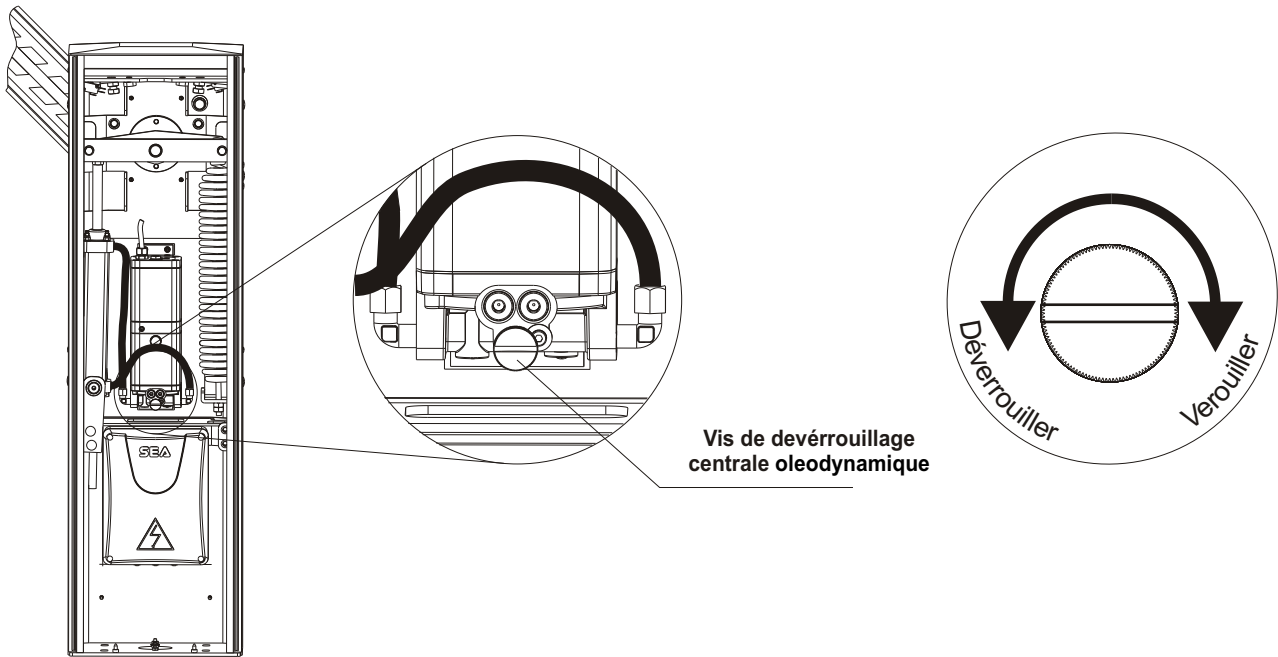

Fig.14
**N.B.:** Avant d'effectuer cette opération il faut débloquer le motoréducteur comme en Fig. 14.